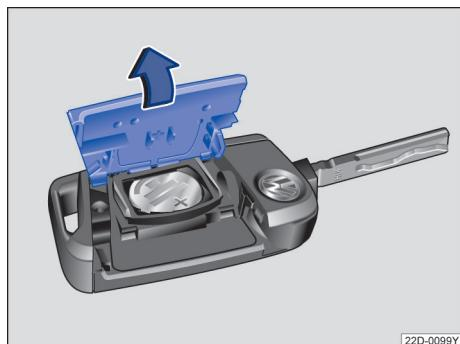

图 42 汽车钥匙：打开电池盒盖
- 用一合适的器具（例如，硬币）沿→图 42 箭头方向拆下汽车钥匙后侧的盖板
- 安装电池盖板，然后沿→图 42 箭头相反方向将其扣到汽车钥匙上，直至其卡定。